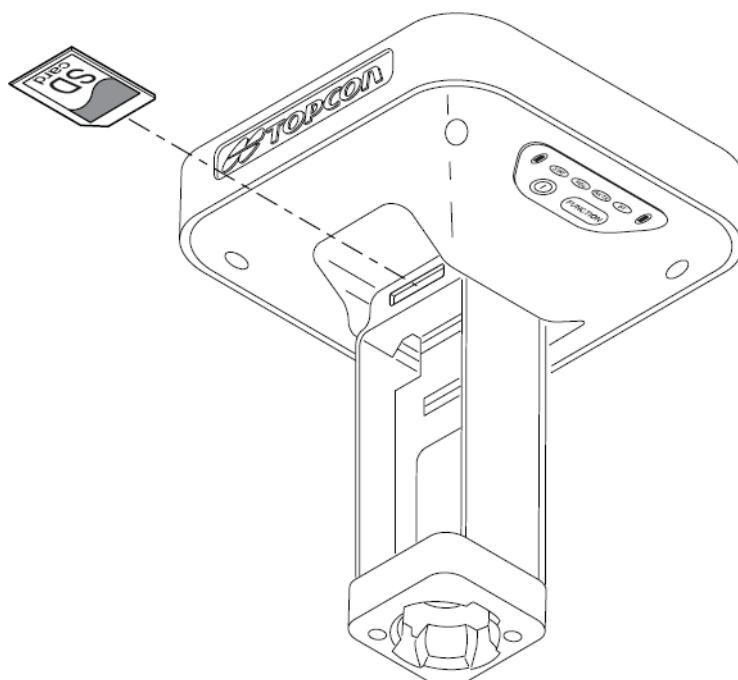

Рисунок 2-6. Установка карты SD
**Для установки SD карты** (см. рис. 2-6):